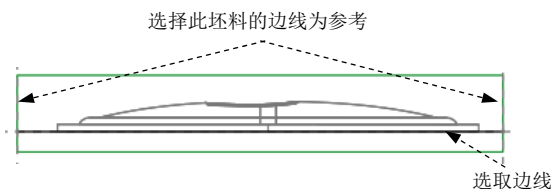

图 21.32 截面草图
(4) 绘制截面草图。选取图 21.32 所示的坯料的边线和所示的边线为草绘参考; 绘制图 21.32 所示的截面草图(截面草图为一条线段); 完成截面的绘制后, 单击“草绘”操控板中